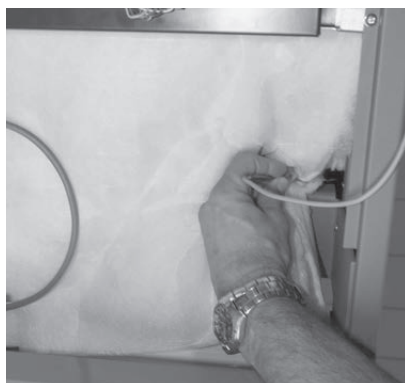
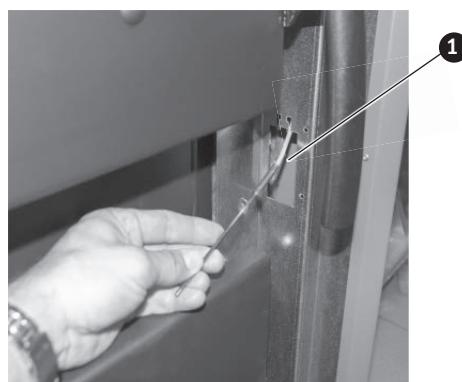

Fig. 49 Insérer la sonde Thermocontrol en haut
Fig. 50 Faire passer la sonde Thermocontrol
- ▶ Poser la sonde Thermocontrol (câble vert) à l'avant, dans la paroi latérale droite, et la faire passer en bas – Fig. 49, Fig. 50. Au préalable, rabattre l'orifice prédécoupé (passage) en bas dans la paroi latérale.